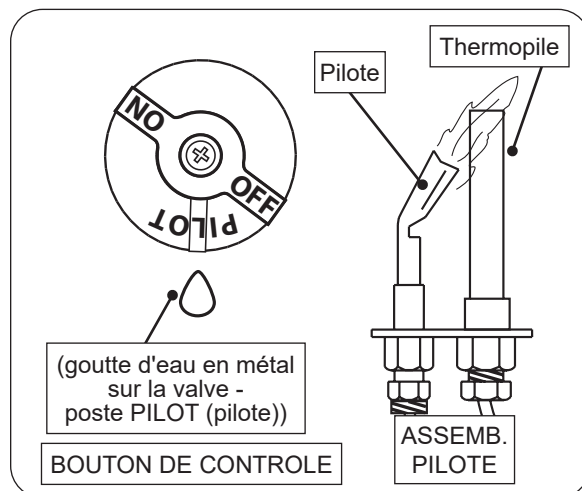

Fig. 47-1 Éclairage pilote
3. Localisez l'assemblage de la veilleuse sur le côté ou à l'arrière du bac du brûleur (voir Fig. 47-1).
4. Tournez le bouton de commande dans le **sens antihoraire** ↻ sur **PILOT (pilote)**. Appuyez **fermement et complètement** sur le bouton de commande et maintenez-le enfoncé. Tenez une allumette allumée à longue tige / un briquet au butane à long cou près du thermopile pour allumer la veilleuse. Continuez à maintenir le bouton enfoncé pendant environ une (1) minute après l'allumage de la veilleuse. Relâchez le bouton et il ressortira. La veilleuse restera allumée. Voir la Fig. 47-1. S'il s'éteint, répétez les étapes 2 à 4.